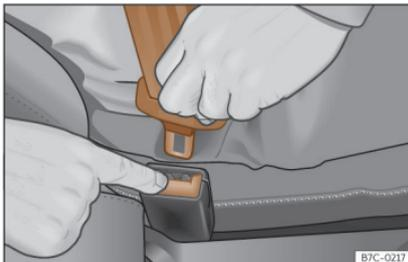

Fig. 14 Soltar la lengüeta del cierre del cinturón.
- Presione la tecla roja en el cierre >>> **fig. 14** . La lengüeta saltará del cierre.